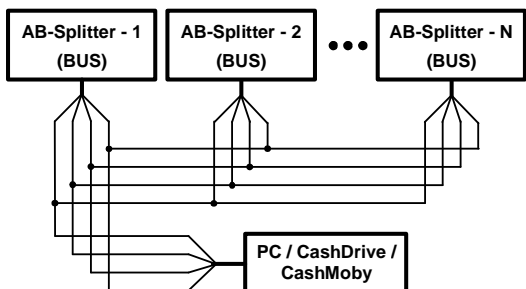

Рис. 6
11. 5. Если на один порт кассового сервера объединено несколько разветвителей «**AB-Splitter**», то все они соединяются параллельно шиной, как показано на Рис.6.